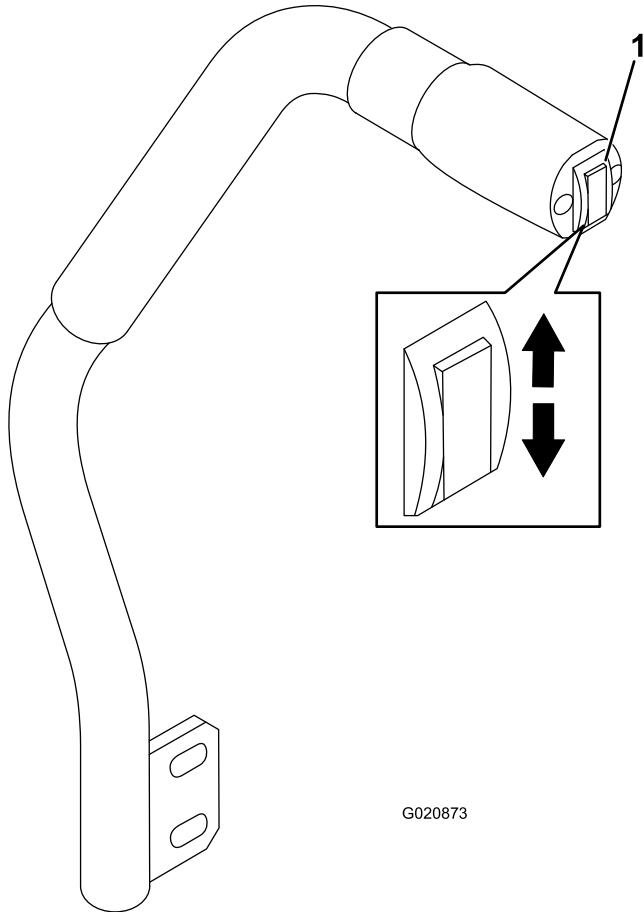

Bild 18
Mit dem Mähwerkhubshalter senken Sie das Mähwerk ab und heben es an (Bild 18). Der Motor muss bei der Verwendung des Hebels laufen.
- Drücken Sie den Mähwerkhubhalter nach unten, um das Mähwerk abzusenken (Bild 18).
- Drücken Sie den Mähwerkhubhalter nach oben, um das Mähwerk anzuheben (Bild 18).
1. Drücken Sie den Mähwerkhubschalter bei laufendem Motor nach oben, bis das Mähwerk ganz angehoben ist, und lassen Sie den **Schalter sofort los** (Bild 18).